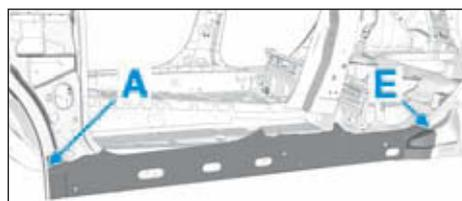

FIG.49
- Respecter les lignes de coupe (A) et (E) (Fig.49).